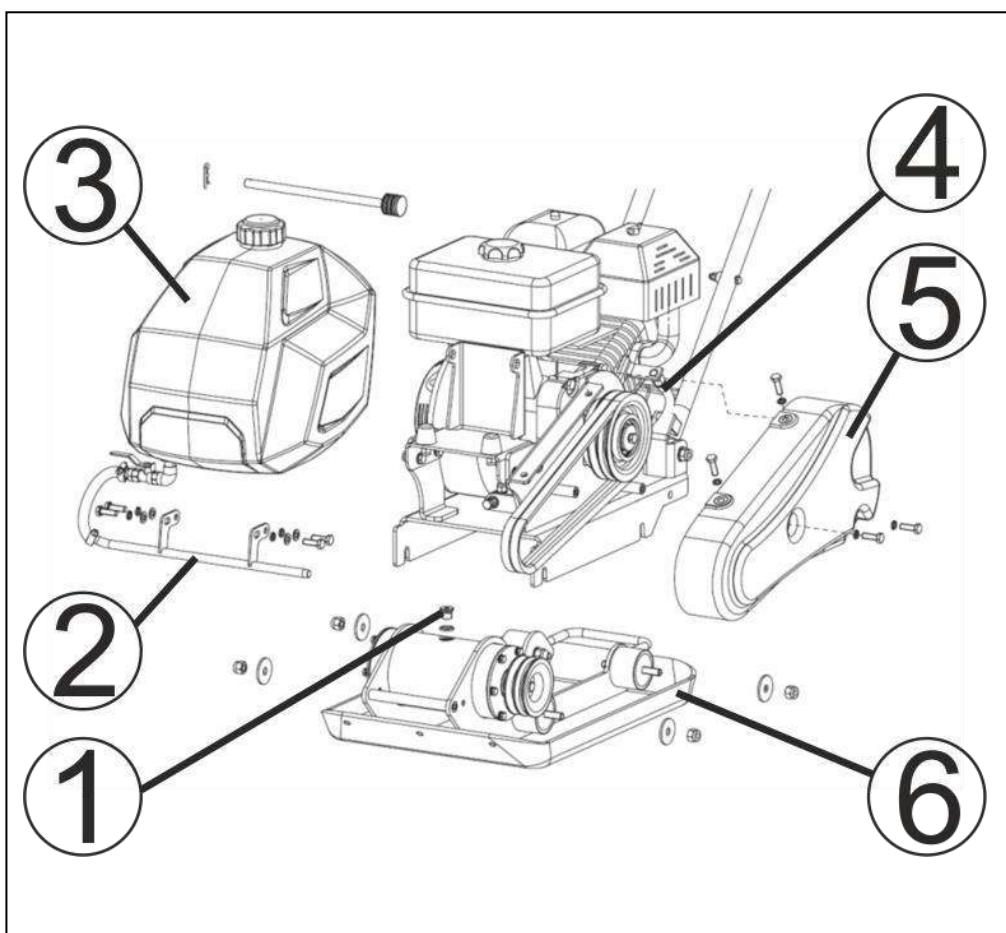

Рис. 26. Снятие рамы с двигателем.
1. Открутить болты крепления и снять кожух (5) защитных ремней (Рис. 26).
2. Открутить болты крепления трубы подачи воды к рабочей плите и снять трубку (2) подачи воды и бак (3) для воды.
3. Ослабить гайки резиновых амортизаторов, соединяющих раму (4) с двигателем и рабочую плиту (6) (Рис. 26).
5. Очистить зону вокруг пробки отверстия для слива масла и открутить пробку (1) отверстия для слива/заправки масла (Рис.26).